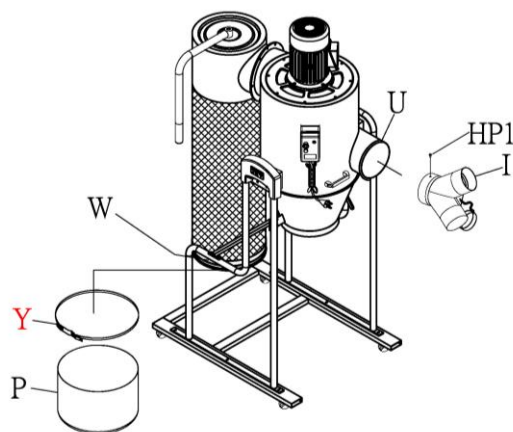

Abbildung 10
11. Schaumstoffklebeband (U) nahe an der Kante rund um die Einlassöffnung anbringen. Siehe Abbildung 10. Das Schaumstoffklebeband muss die runde Öffnung komplett umschließen.
12. Den Einlassadapter (I) am Hauptgehäuse anbringen und mit der Flanschkopfschraube (HP1) sichern.
13. Das Schaumstoffklebeband (W) unmittelbar über der unteren Kante des Topffilters anbringen. Das Schaumstoffklebeband muss den Topffilter komplett umschließen.
14. Den Auffangbeutel (P) am Boden des Topffilters anbringen und mit der Stahl-Beutelklammer (Y) sichern.